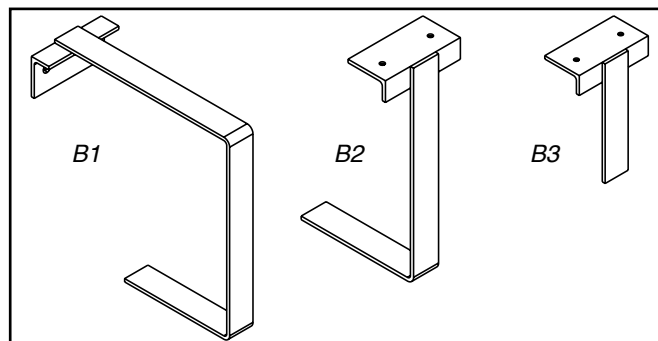

Fig. 12 : Supports
- **Supports:** voir figure 12 et tableau 7